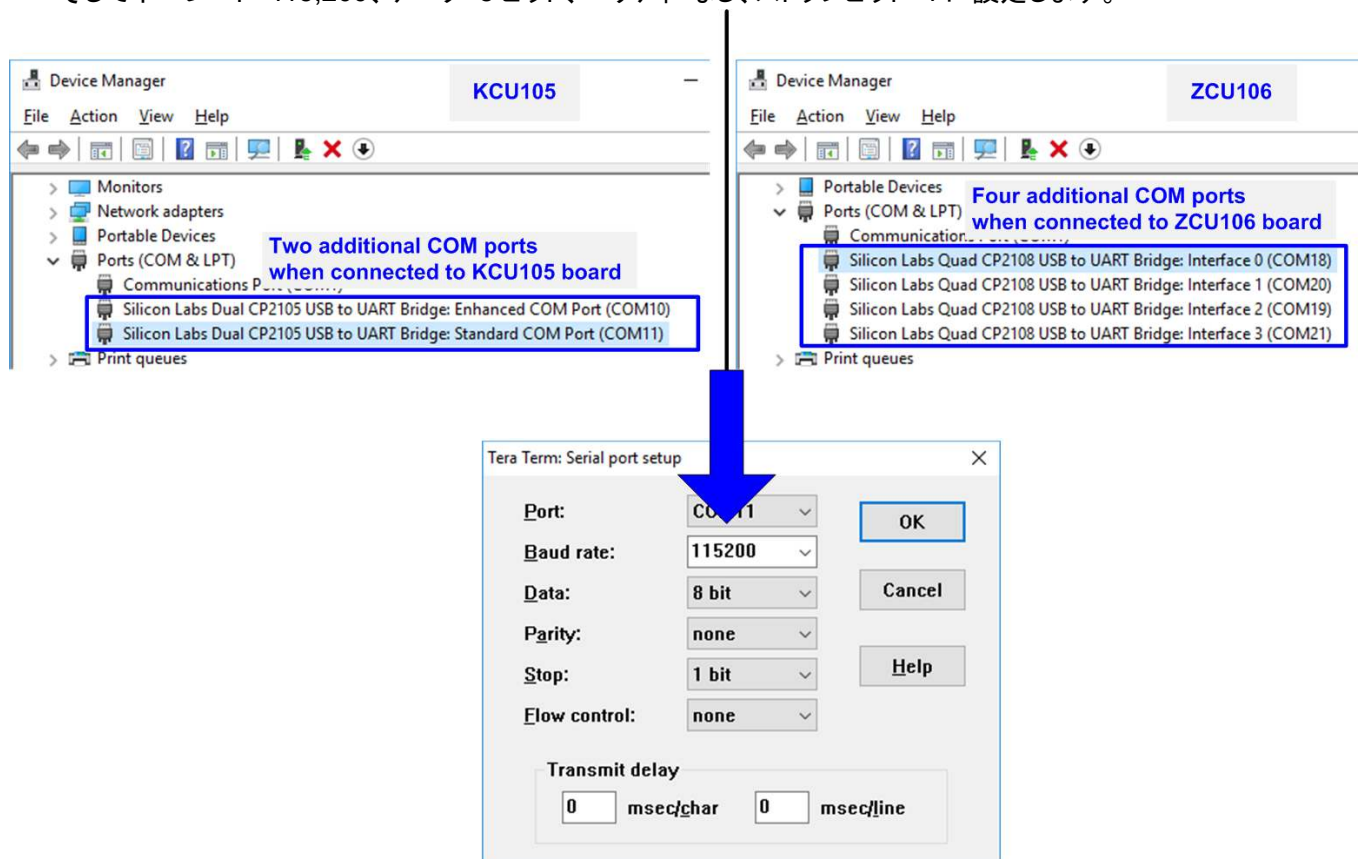

図 2-8: COM ポートの選択と設定
- ZCU106 の場合図 2-8 に示すように最も低い番号の数字を選択します。